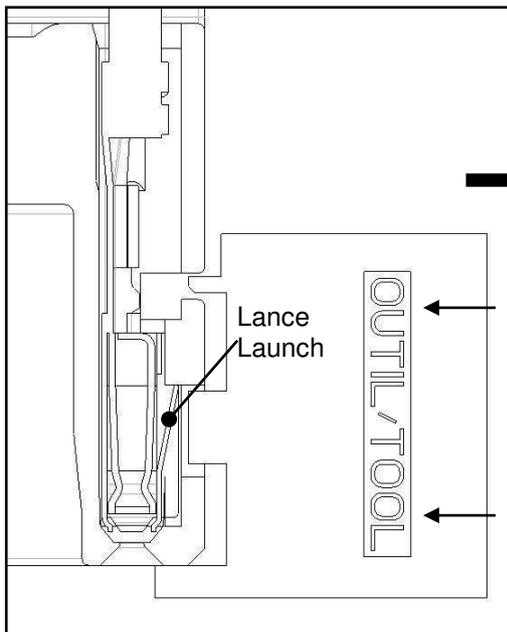

Fig. 22 : Etape 1
9.2. Extraction d'un clip ou d'une languette de son alvéole : fig 22 et 23.
9.2. Extraction of the tab or receptacle contact of the cavity: fig 22 and 23.